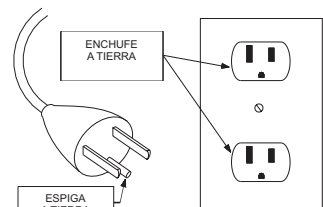

FIGURA 6
- 4.4 Para su seguridad, el producto (MS 3/30 y MSV 6/30) viene con el cordón 17 con espiga a tierra para alimentación. (Vea Figura 6, pág. 27).
- 4.9** El cable eléctrico con clavija como muestra la Figura 6, 3 clavijas (monofásico). Tome cuidado para que sea conectado a un enchufe con la misma configuración. Adaptadores no deben ser utilizados. O en instalación conectando el cable de alimentación directamente al interruptor.